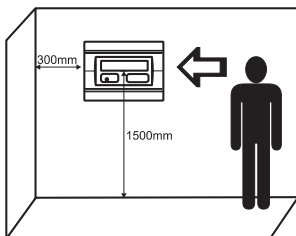

Figure 1.
- Sélectionnez le meilleur emplacement pour la centrale, loin de toute source de chaleur, de la poussière environnementale et d'entrées d'eau potentielles, avec une température ambiante comprise entre $-5\text{ }^{\circ}\text{C}$ et $+50\text{ }^{\circ}\text{C}$ (voir la figure 1).